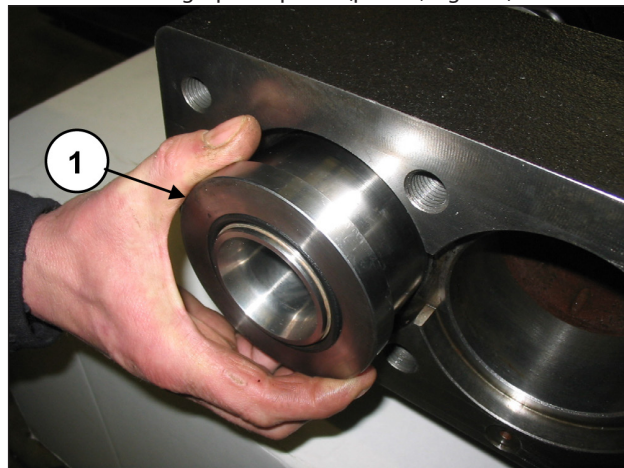

Fig. 142
Girando o eixo, avance a guia do pistão, de modo que a tampa, avançando em sua volta, podendo expelir o suporte do forro e todo o grupo do pistão (pos. ①, Fig. 142).